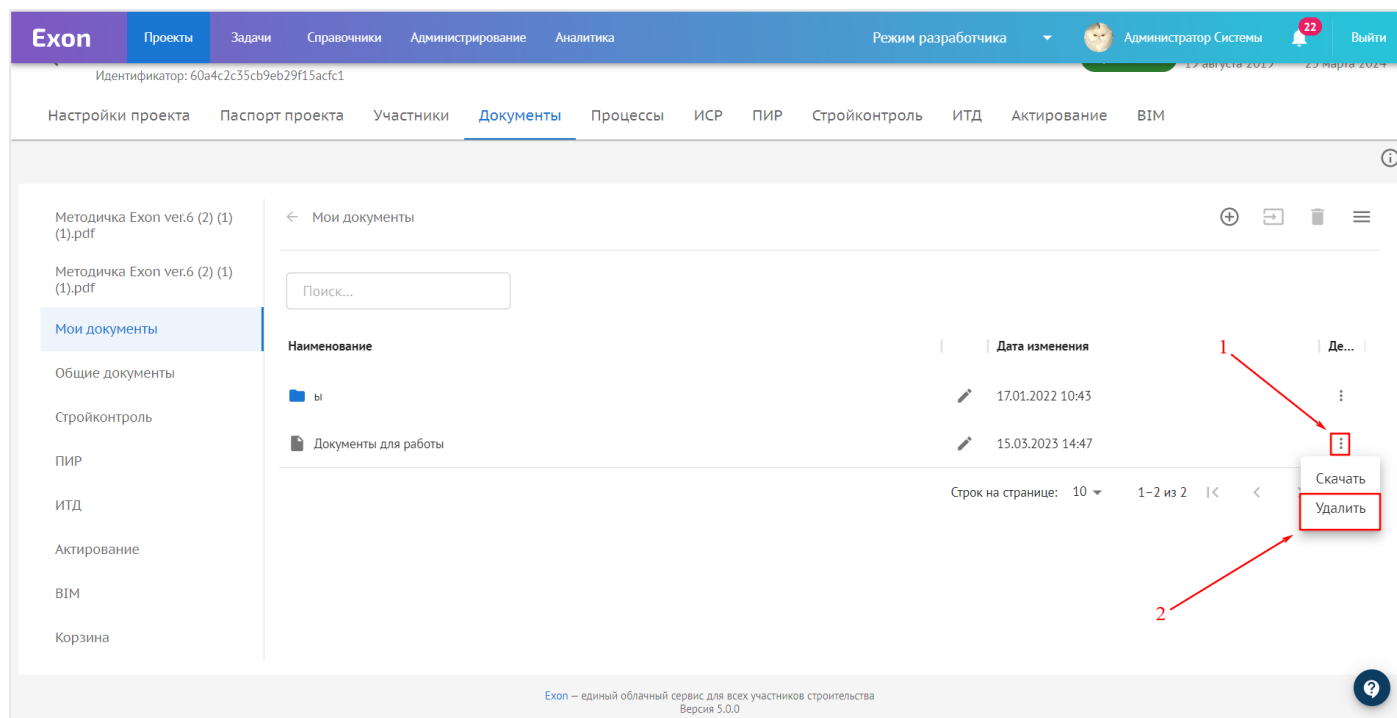

Рис. 53 – Удаление документа (способ 1)
1. Через три точки в конце строки (рис.53):
- Нажать на три точки (1);
- Выбрать действие «Удалить» (2).